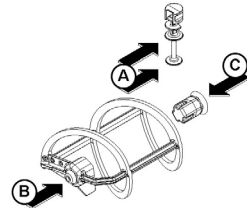

figure 13
- 2 Lubrifier le piston du robinet, le racloir extérieur et le joint hexagonal (aux points A, B et C de la figure 13) en utilisant uniquement la graisse fournie par le fabricant ou tout autre graisse pour usage alimentaire.